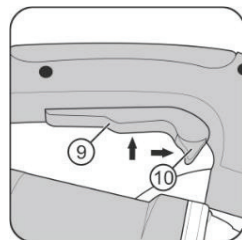

рис.2
- Включение штробореза (см. рис.2):
- сдвинуть рычаг (рис.2 поз.10) вперёд (по стрелке) – клавиша выключателя разблокируется;
- нажать клавишу выключателя (рис.2 поз.9) для запуска двигателя;